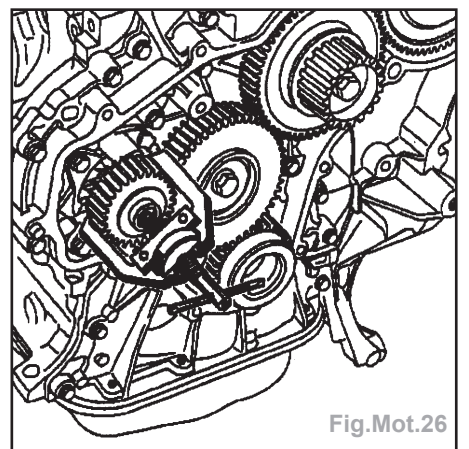

Fig.Mot.26
- le pignon de la pompe à eau avec l'arrache moyeu **U 14 L FACOM** (Fig.Mot.26),